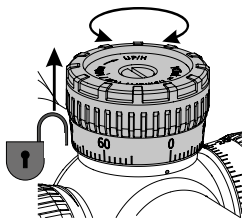

Fig. 2
Der kompenseres for kuglefald ved justering af kikkertsigtets sigtelinje svarende til afstanden. **For at forhindre utilsigtet justering kan ASV kun drejes, når knappen er løftet (fig. 2).** Justeringsknappen (1) på ASV er forsynet med en neutral ring ved levering. Afstanden fra delestreg til delestreg er 1 klik svarende til 1 cm på 100 m. Hver tiende streg er markeret med et tal (ASV+: 0–60, ASV-LR: 0–90, ASV-ALR: 0–130).
For at kompensere for kuglefald skal du løfte drejeknappen på ASV+ / ASV-LR / ASV-ALR ud af palen og indstille den til den ønskede afstand (fig. 2).